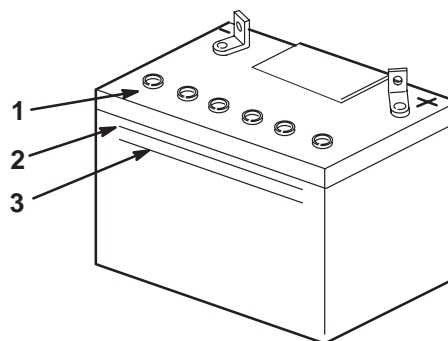

Figure 57
2. Observez le côté de la batterie. Le niveau de l'électrolyte doit atteindre le trait **supérieur** (Fig. 57). Ne laissez pas l'électrolyte descendre en dessous du trait **inférieur** (Fig. 57).
3. Enlevez les bouchons d'aération de la batterie (Fig. 57).
4. Versez lentement de l'eau distillée dans chaque élément jusqu'au trait **supérieur** (Fig. 57) sur le côté de la batterie.
5. Attendez cinq à dix minutes après avoir rempli les éléments. Ajoutez de l'eau distillée au besoin, pour amener le niveau au repère **supérieur** (Fig. 57) sur le côté de la batterie.